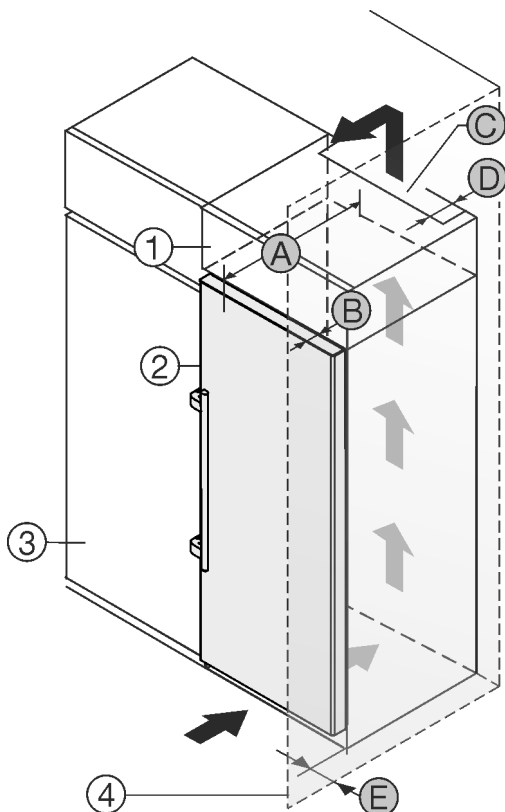

Fig. 2
Вы можете установить устройство непосредственно рядом с кухонным шкафом Fig. 2 (3).\*
На задней стенке дополнительного шкафчика должен быть вентиляционный канал с глубиной Fig. 2 (D) по всей ширине этого шкафа.\*
Нужно соблюдать вентиляционное отверстие Fig. 2 (C) под нижней панелью.\*
Если устройство устанавливается на шарнирах у стены Fig. 2 (4), то расстояние между устройством и стеной должно быть не менее 57 мм. Это соответствует расстоянию, на которое выступает ручка при открытой дверце.\*
Чтобы можно было полностью открыть дверь, устройство должно выступать на глубину двери Fig. 2 (B) относительно передней стенки кухонного шкафа. В зависимости от глубины кухонных шкафов Fig. 2 (3) и использования пристенных распорок устройство может выступать и больше.\*